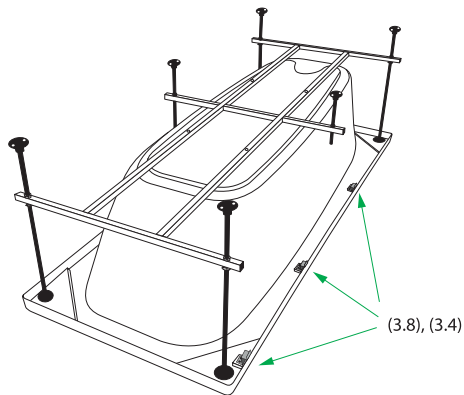

Рис. 4
6. Закрепить каркас на ванне саморезами 4,2x40 (2.8) к днищу и саморезами 3,5x16 мм (2.7) каждую опору (2.2) (рис. 4);